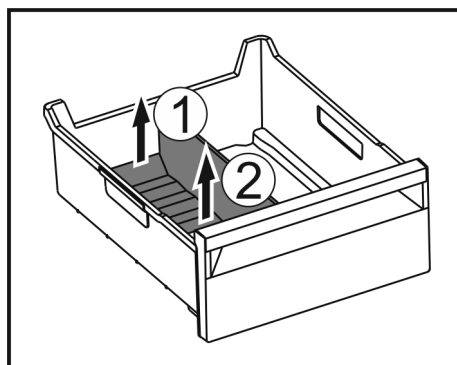

Fig. 163
► 提升冰格分隔器后部。 Fig. 163 (1)
► 向上取出冰格分隔器。 Fig. 163 (2)